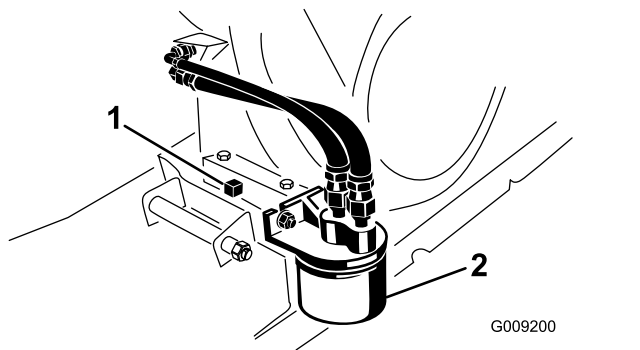

Figura 33
6. Coloque un recipiente debajo del tapón de vaciado (Figura 33).
7. Retire el tapón de vaciado y la junta (Figura 33).
2. Retire el filtro de aceite (Figura 33).
4. Enrosque el filtro nuevo sobre el adaptador del filtro hasta que la junta toque la placa de montaje, luego apriete el filtro $\frac{1}{2}$ – $\frac{3}{4}$ de vuelta más (Figura 33).